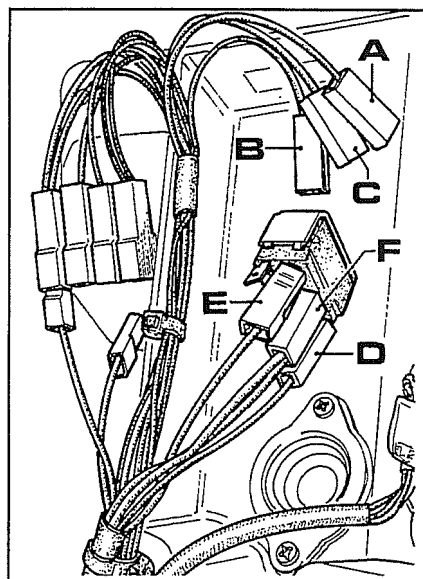

Fig. 44
8. Collegare i cavi del cablaggio macchina **D-E-F** all'interruttore alza/abbassa rispettando il seguente accoppiamento (vedi fig.44):